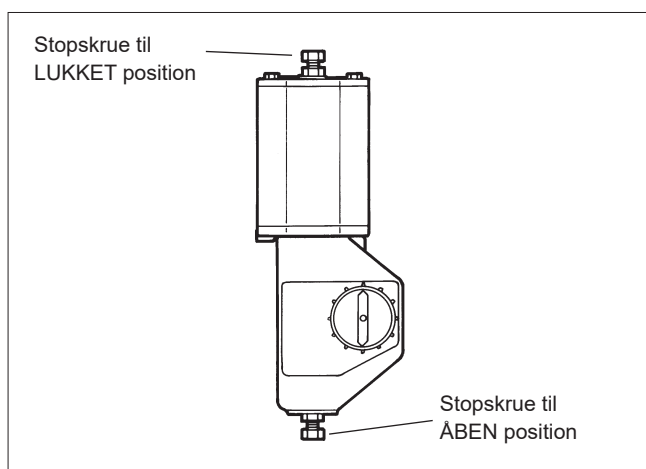

Fig. 39 Åbne og lukkede positioner af en B1-aktuator
- Kør aktuatorstemplet til den yderste udadgående position og drej ventilen til lukket position, se fig. 39.
- Justér segmentets åbne og lukkede position (grænser for stempelbevægelse) ved hjælp af aktuatoren stopskruer, se fig. 39. Den korrekte åbningsvinkel er 90°. Den nøjagtige position kan ses i flowporten. Kontrollér, at den gule pil angiver segmentets position. **Hold fingrene ude af flowporten!**